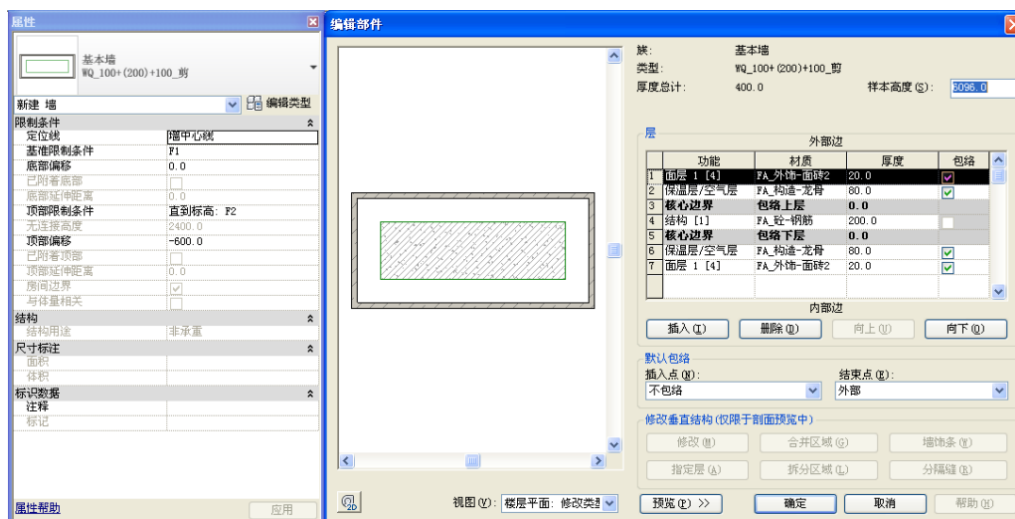

图 6-9
- 8) 由于是在“WQ\_150+ (200) \_剪”墙体类型的基础上进行复制的新类型，所以其“基准限制条件”不变，在墙体的“编辑部件”对话框中，进行构造层的设置，此类型墙内外都有加保温层 80 厚，并且内外都做 20 厚贴砖处理，并且内外层都处于包络的状态(如图 6-9 所示)。